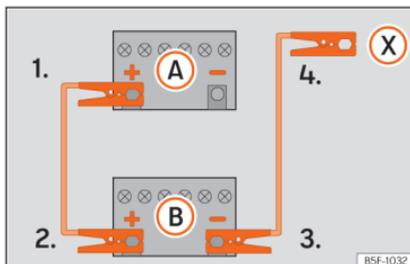

Abb. 77 Anschlusschema für Fahrzeuge ohne Start-Stop-System.
zeugs mit der entladenen Fahrzeugbatterie (A) » » Abb. 77.
3. Klemmen Sie das andere Ende des roten Starthilfekabels an den Pluspol (+) des Strom gebenden Fahrzeugs (B).
- 4a. Bei Fahrzeugen ohne Start-Stop-System: ein Ende des schwarzen Starthilfekabels an den Minuspol (-) des stromgebenden Fahrzeugs (B) anklammern » » Abb. 77.